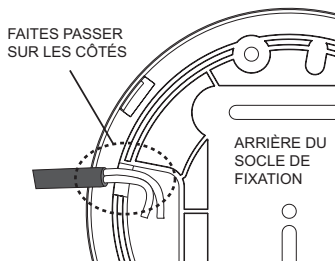

Figure 10a
3. Si vous faites passer les fils électriques le long de la surface, passez entre les deux encoches (voir figure 10a).